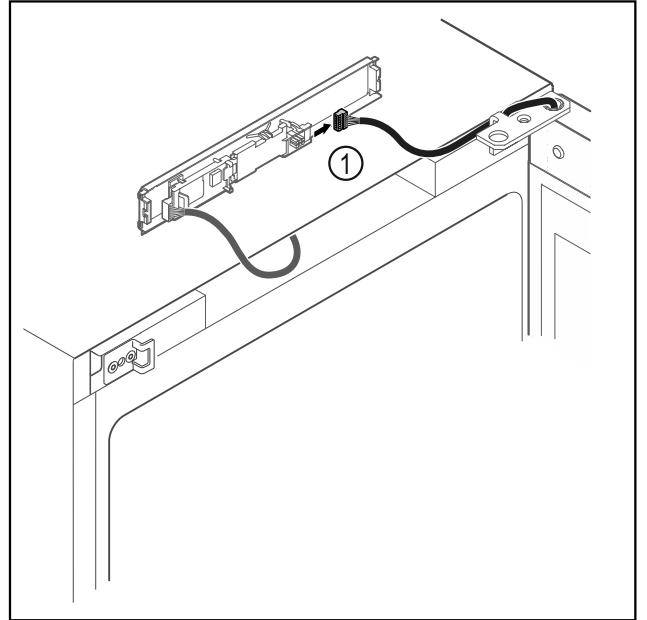

Fig. 10
- Irrota pistoke Fig. 10 (1) levyistä.